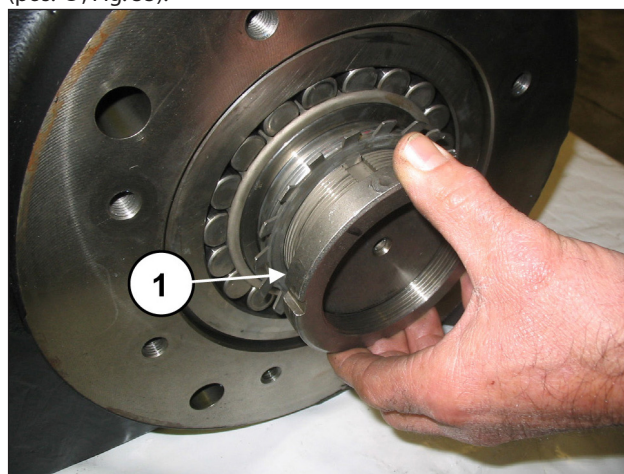
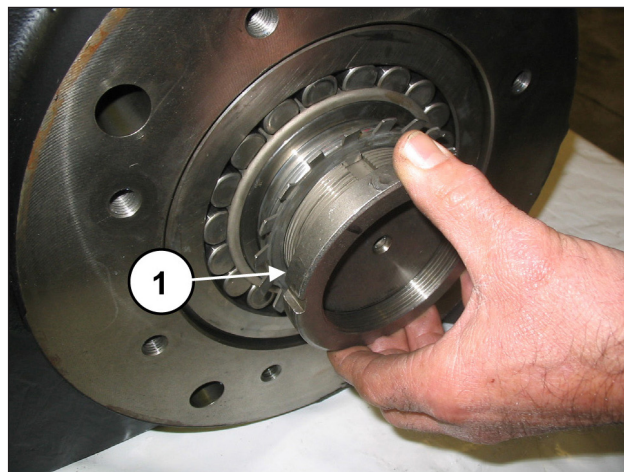
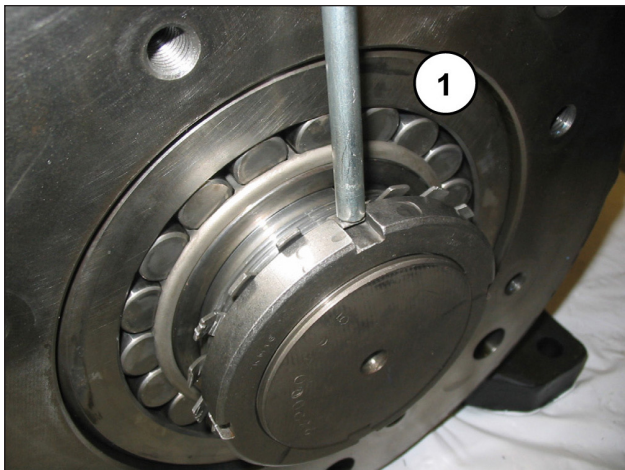

Fig. 53
Fig. 54
Fig. 55
Desenroscar la corona, introducir la arandela de seguridad (pos. ①, Fig. 53) y enroskar a fondo la corona (pos. ①, Fig. 54). A continuación, doblar la lengüeta de bloqueo de la arandela (pos. ①, Fig. 55).